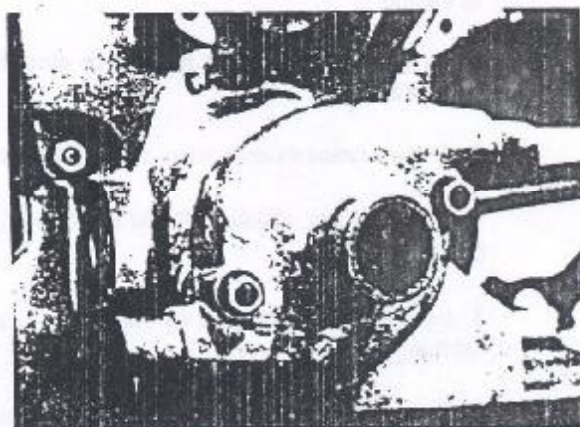

Figura 1.21.5 - Carcaça da bomba d'água
6. Remover as porcas e arruelas de fixação da carcaça da bomba d'água; remover a carcaça da bomba d'água e a respectiva junta (Figura 1.21.5).
3. Posicionar uma nova junta da carcaça na tampa da distribuição; posicionar a carcaça nos prisioneiros e instalar as respectivas porcas e arruelas de fixação, apertando-as ao torque de 20 a 25 Nm. (Figura 1.21.5).